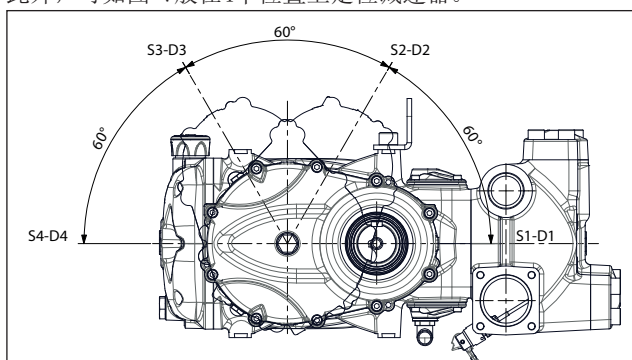

图 7
~ 8.5公升：适用于带减速器（部件号① 和 ④）的型号（图 7）。这一数量对于部件号 ② 和 ③ 将略低。
此外，可如图 7般在4个位置上定位减速器。